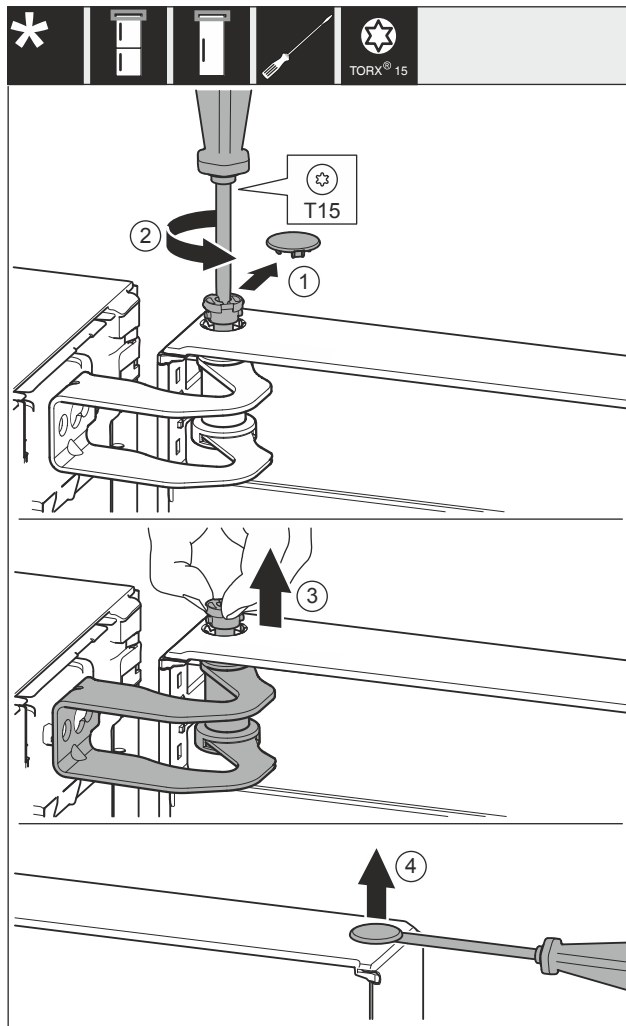

Fig. 24
- Retirer le couvercle Fig. 24 (1) avec prudence.
- Dévisser légèrement l'axe Fig. 24 (2) avec un tournevis.
- Retirer l'axe Fig. 24 (3) avec les doigts.
- Soulever et retirer le couvercle Fig. 24 (4) au moyen d'un tournevis, avec prudence.